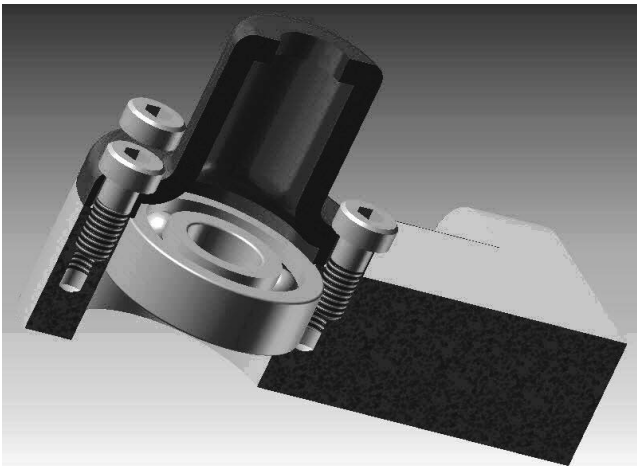

Abb. 1.2: Eine Baugruppe (*.iam-Datei) im Halbschnitt
2. Für die *Baugruppen* heißen die Dateien *.iam, das steht für »*Inventor-AsseMbly*« (Abbildung 1.2).